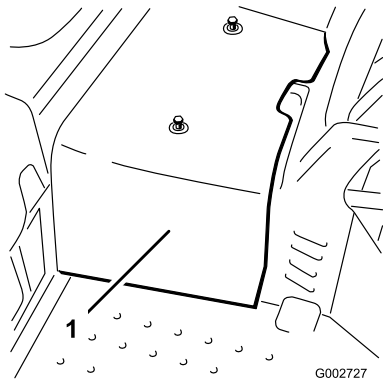

Figure 39
2. Retirez les 2 vis de fixation du carénage central à la machine et déposez le carénage (Figure 39).